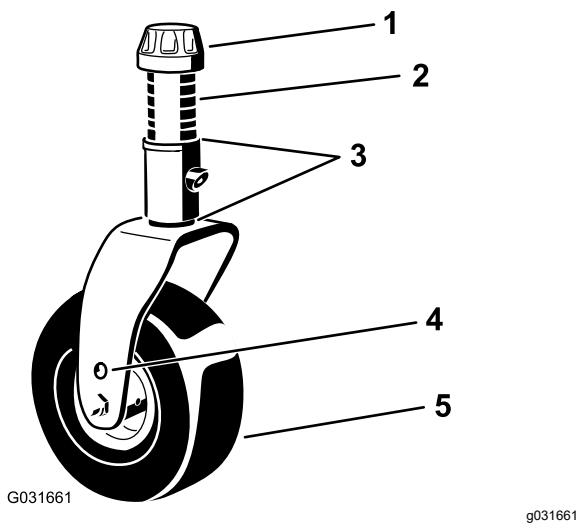

Figura 8
Coloque los ejes de las ruedas giratorias en los mismos taladros en ambas horquillas. Consulte Figura 8 y Figura 9 para saber cuáles son los taladros adecuados para esta configuración.
1. Retire el casquillo tensor del eje (Figura 8) y deslice el eje fuera del brazo de la rueda giratoria. Coloque los 2 suplementos en el eje de la misma forma que en la instalación original. Estos suplementos son necesarios para obtener el mismo nivel en toda la anchura de las unidades de corte.
2. Coloque el número necesario de espaciadores en el eje para obtener la altura de corte deseada (Figura 8).